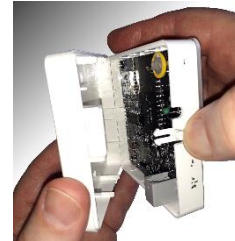

Fig. 7
- Étape 1** Appuyez sur le bouton de déverrouillage sur le côté du boîtier du contrôleur et retirez le boîtier arrière (voir Fig 7).